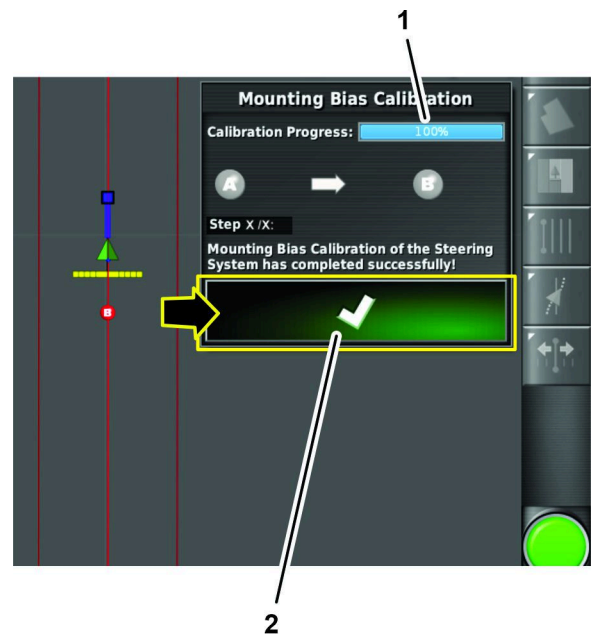

Figure 174
- Dans la boîte de dialogue indiquant la progression d'étalonnage à 100 %, appuyez sur l'icône de confirmation (Figure 174).